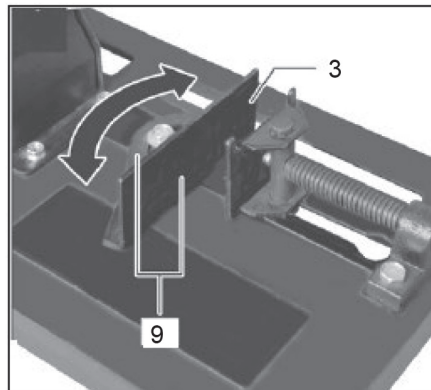

Рис. 6
Регулировка угла реза в горизонтальной плоскости (Рис. 6)
Для регулировки угла реза в горизонтальной плоскости ослабьте винты крепления упора (9) (Рис. 6). Отрегулируйте угол реза с помощью шкалы и зафиксируйте положение упора (3) с помощью болтов (Рис. 6). Угол регулировки реза – 0–45.